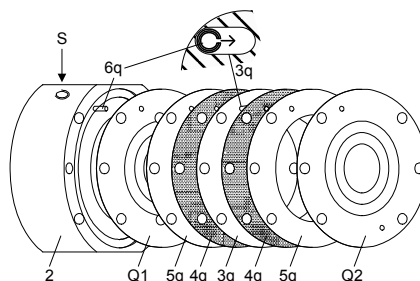

Рис. 42 Мембрана на стороне дозирующей головки
Q1/Q2	См. рис. 42.
**Соблюдайте правильную процедуру установки мембран (Q1 и Q2)! См. рис. 42. Более тонкая мембрана (Q1) устанавливается на стороне дозирования, а более толстая мембрана (Q2) устанавливается на стороне насоса!**
*Парафиновое масло, расположенное между мембранами (Q), передается через зажимные муфты (6q) на контактный манометр (S), заполняя его, и активирует обнаружение разрыва мембраны. Это масло обеспечивает проход между мембранами через щели в зажимных муфтах и в промежуточном диске.*
*Поэтому зажимные муфты (6q) должны устанавливаться в правильной конфигурации так, чтобы разрезы в зажимных муфтах были направлены к разрезам в промежуточном диске (3q). См. рис. 42.*